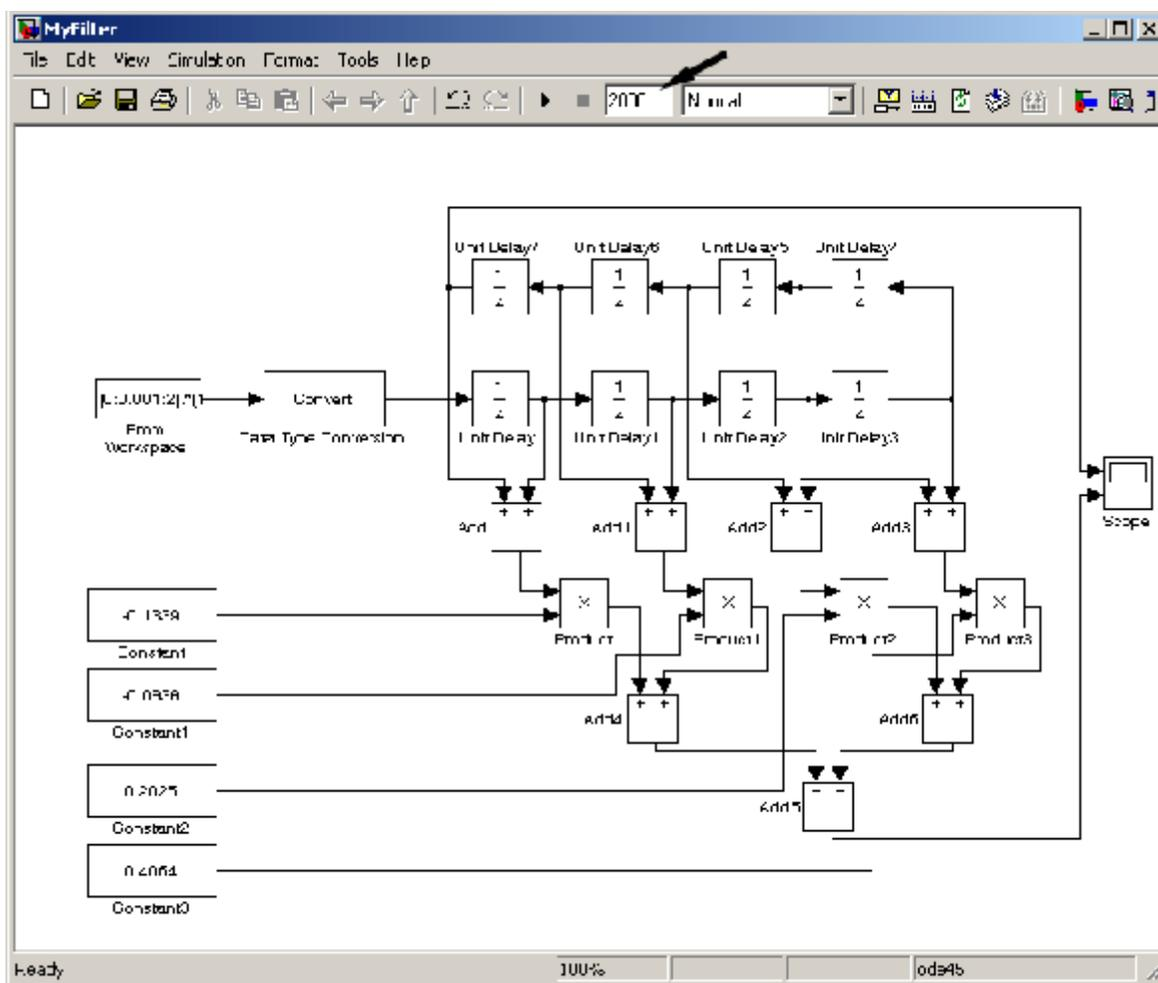

Рисунок 9 – Стрелкой на рисунке указано место, где можно задать время симуляции модели
16. Соедините добавленные блоки сигналами, как показано на рис. 9.
Здесь необходимо отметить несколько моментов. Прежде всего, если посмотреть на диаграмму модели цифрового фильтра (рис. 9), то станет ясно, что далеко не все блоки модели относятся непосредственно к реализации разработанного фильтра. Так, например, блоки From Workspace, Data Type Conversion, Scope, Constant, Constant1 и т.д. предназначены для моделирования входного (фильтруемого) сигнала, отображения результата фильтрации на графике, задания коэффициентов фильтра. Эти блоки, таким образом, моделируют окружение (среду), в котором функционирует разработанный фильтр. Если говорить в терминах языка описания цифровой аппаратуры, то эти блоки относятся к описанию TestBench. Очевидно, что перед генерацией VHDL-кода для разработанного фильтра, необходимо отделить блоки модели, относящиеся непосредственно к архитектуре фильтра, от тех, что моделируют условия его работы. Такое разделение в Simulink можно осуществить с помощью блока Subsystem и специального файла, называемого Control file.